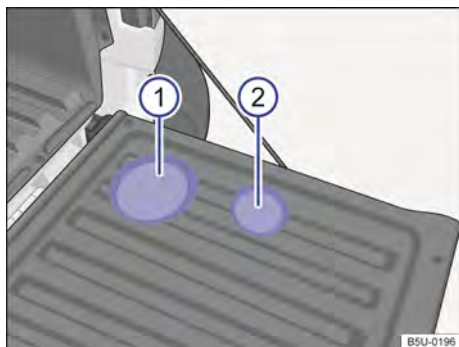

Fig. 110 No revestimento da tampa do compartimento de carga: ① porta-garrafas e ② porta-copos. ▶
Para utilizar os porta-garrafas → Fig. 110 ① e os porta-copos ② abra a tampa do compartimento de carga.